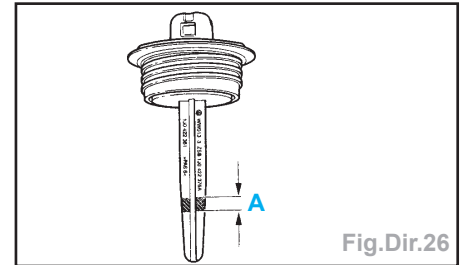

Fig.Dir.26
- Contrôler le niveau d'huile : il doit se trouver au niveau de la zone hachurée (A). (Fig.Dir.26).